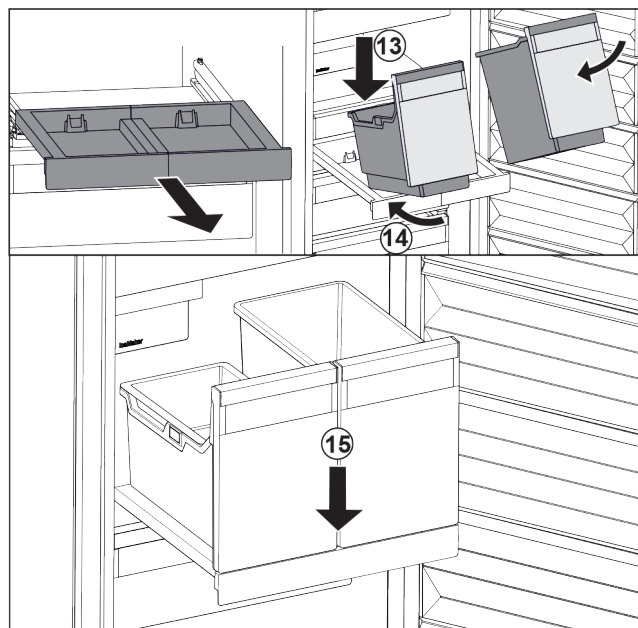

Fig. 38
- ▶ 将容器斜放在拉出式搁板上。 Fig. 38 (13)
- ▶ 将容器斜着向后推入。 Fig. 38 (14)
- ▶ 放下容器前部。 Fig. 38 (15)